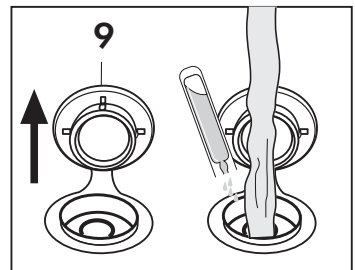

Abb. 23
- Ein Flakon zu 10 ml in den Heizkessel geben und mit 0,5 Liter Wasser auffüllen nachdem der Verschluss (9) (Abb. 23) abgenommen worden ist. Danach das Gerät wie üblich in Betrieb setzen.